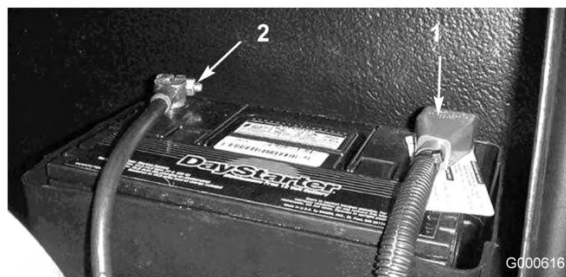

Figura 42
5. Instale o cabo positivo (vermelho) no terminal positivo (+) e o cabo negativo (negro) no terminal negativo (-) da bateria (Figura 42). Prenda os cabos nos pólos com parafusos e porcas. Certifique-se de que o terminal positivo (+) se encontra correctamente colocado no pólo e de que o cabo se encontra correctamente encaixado na bateria. O cabo não deverá estar em contacto com a cobertura da bateria. Coloque a protecção de borracha sobre o terminal positivo para evitar um curto-circuito.